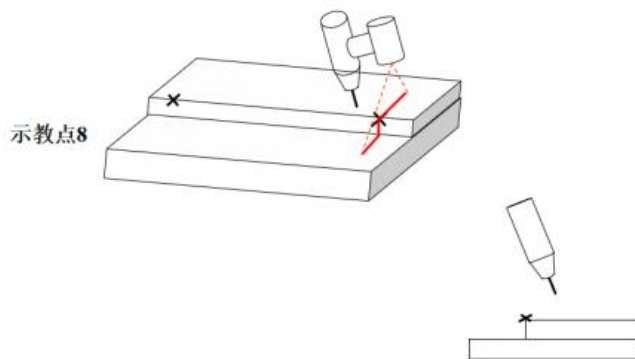

图 3-58 激光器十点法标定姿态 8
(7) 仅移动机器人的 X、Y、Z，使得激光线与参考点 2 重合，且激光线的中心位于焊缝结合线的左侧，记录示教点 8，如图 3-58 所示。